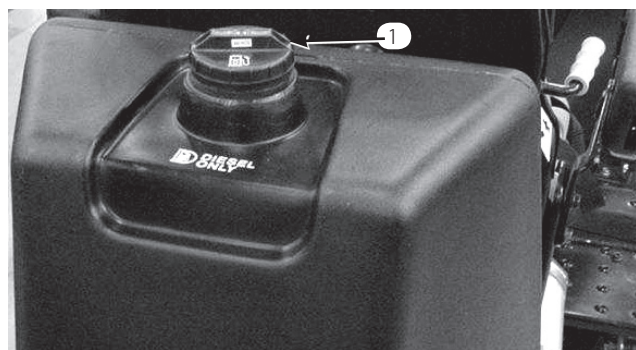

図 20
1. 燃料タンクのキャップ (図20) の周囲をきれいに拭く。